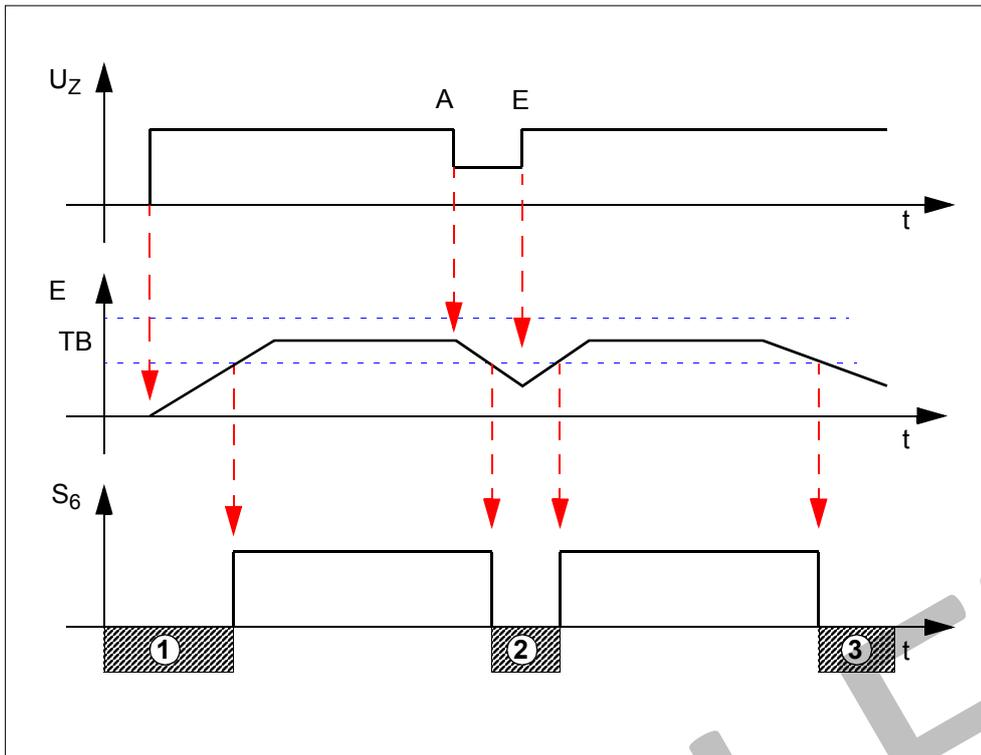

Fig. 11: Signal Überwachungsschnittstelle Klemme „6“
Den Zusammenhang verdeutlicht nachfolgende Abbildung (Fig. 11).
**DEU-SU ist im Lademodus ①**
**Netzausfall ② (Fig. 11)**
**DEU-SU arbeitet nicht ordnungsgemäß ③ (Fig. 11)**